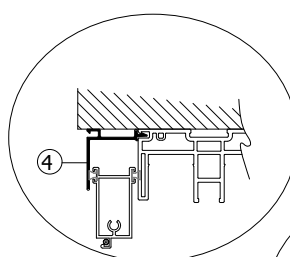

Figura 3
- 2. Ubique** las jambas del marco. Si es necesario instalar una aleta adicional (pieza 28, figura 5), ubique las aletas y retire las placas de anclaje de las jambas del marco (pieza 6, figura 6) que estén más cerca del exterior de la apertura. Instale las aletas en lugar de las placas de anclaje. Antes de instalar la aleta adicional en el cabezal, retire los bloques del cabezal y los tornillos (figura 3). Deslice la aleta dentro del cabezal del marco. Vuelva a colocar los bloques del cabezal y los tornillos.
1. Los bloques del cabezal del **marco** (pieza 22) ya deben estar instalados en el cabezal del marco (figura 3). Los bloques del cabezal estarán ubicados en cada montante de encastre y, en las configuraciones de encuentro central, en cada astrágalo y montante de cerradura. Para ajustar los bloques del cabezal, retire los tornillos, deslice los bloques del cabezal a lo largo del cabezal del marco hasta obtener la configuración deseada y fíjelos en su lugar.